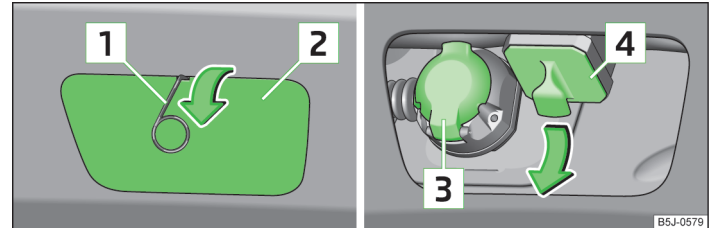
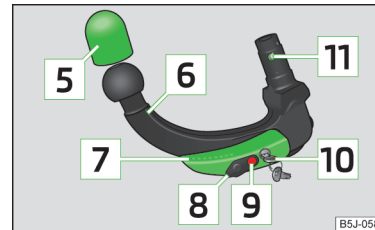

Abb. 100 Abdeckkappe abnehmen: am hinteren Stoßfänger / für den Aufnahmeschacht
Abb. 101 Kugelstange
Bildbeschreibung » Abb. 100 und » Abb. 101
- Die Abdeckkappe am hinteren Stoßfänger **2** » Abb. 100 auf Seite 122 mithilfe des Bügels zum Abziehen der Radvollblenden in Pfeilrichtung abnehmen.
- Die Abdeckkappe für den Aufnahmeschacht **4** » Abb. 100 auf Seite 122 in Pfeilrichtung abziehen » **!**
Die Kappe **2** sowie die Kappe **4** » Abb. 100 auf Seite 122 nach dem Abnehmen an einer geeigneten Stelle im Gepäckraum aufbewahren.
- Die Abdeckkappe für den Aufnahmeschacht **4** » **Abb. 100** auf Seite 122 entgegen der Pfeilrichtung einsetzen.
- Die Abdeckkappe am hinteren Stoßfänger **2** » **Abb. 100** auf Seite 122 an die „Häkchen“ im unteren Stoßfängerbereich ansetzen.